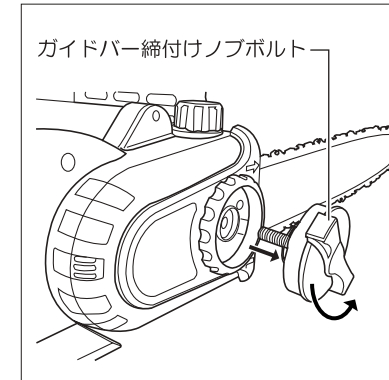

図6
- ①ガイドバー締付けノブボルトを左に回して抜き取ってください。(図6参照)